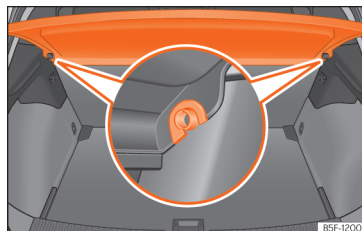

Fig. 178 En el maletero: desmontar y montar la bandeja.
- Desencaje la bandeja de los soportes laterales >>> **fig. 178** tirando de ella hacia arriba y extraiga la bandeja.
- Introduzca la bandeja horizontalmente haciendo coincidir la "herradura" sobre el eje de los soportes >>> **fig. 178**, y presione hacia abajo hasta que encastre.